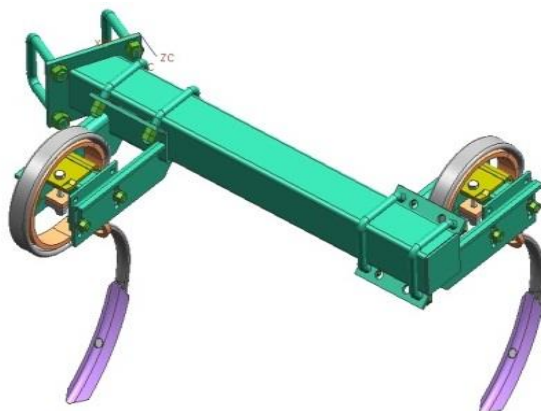

Рисунок 5 – Следорыхлитель
3.7 На снице культиватора установлены следорыхлители (рис.5), позволяющие обрабатывать уплотняемый за колёсами трактора слой почвы и имеющие возможность регулировки по высоте и ширине для разных тракторов. Для заделки следа от опорных колёс культиватора за ними установлены регулируемые по высоте следорыхлители.